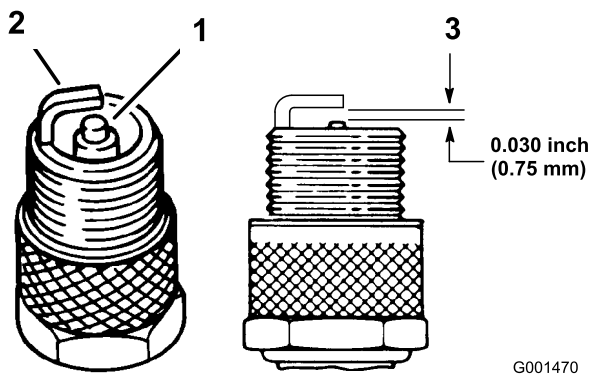

Figure 39
3. Contrôlez l'écartement entre l'électrode centrale et l'électrode latérale (Figure 39).
**Remarque:** Courbez l'électrode latérale (Figure 39) si l'écartement est incorrect.
3. Branchez la bougie (Figure 39).
1. Examinez le centre de la bougie (Figure 39). Si le bec de l'isolateur est recouvert d'un léger dépôt gris ou brun, le moteur fonctionne correctement. S'il est recouvert d'un dépôt noir, cela signifie généralement que le filtre à air est encrassé.